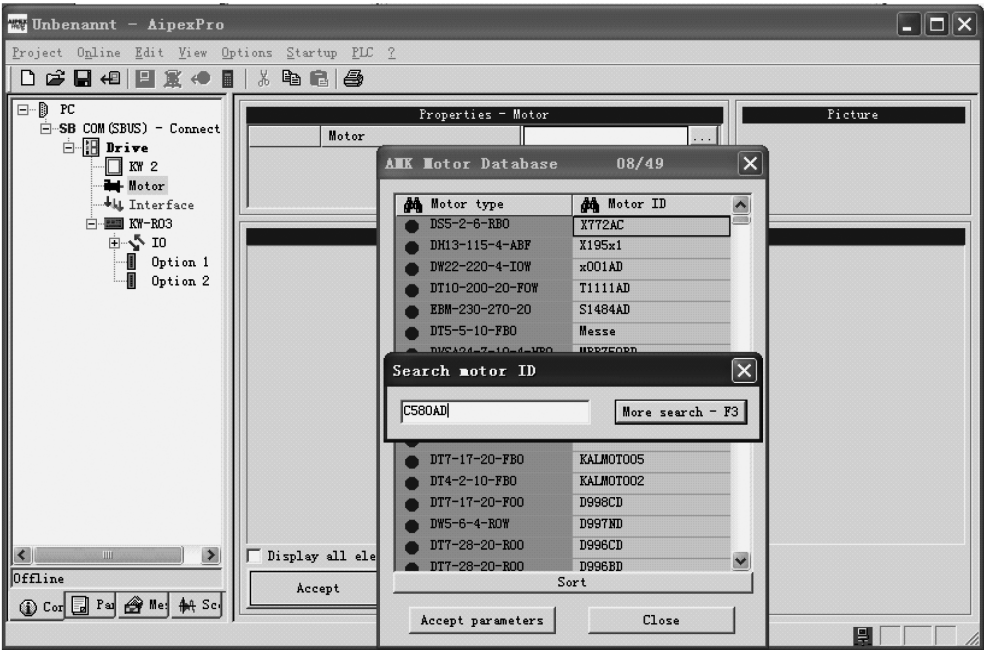

图 4-6 电动机 ID 号搜索窗口
3) 点击 Motor 属性右侧的|...|, 出现 AMK 电动机数据库对话框, 然后点击 Motor ID 列标, 将该电动机的 ID 号输入到对话框中进行搜索, 如图 4-6 所示。